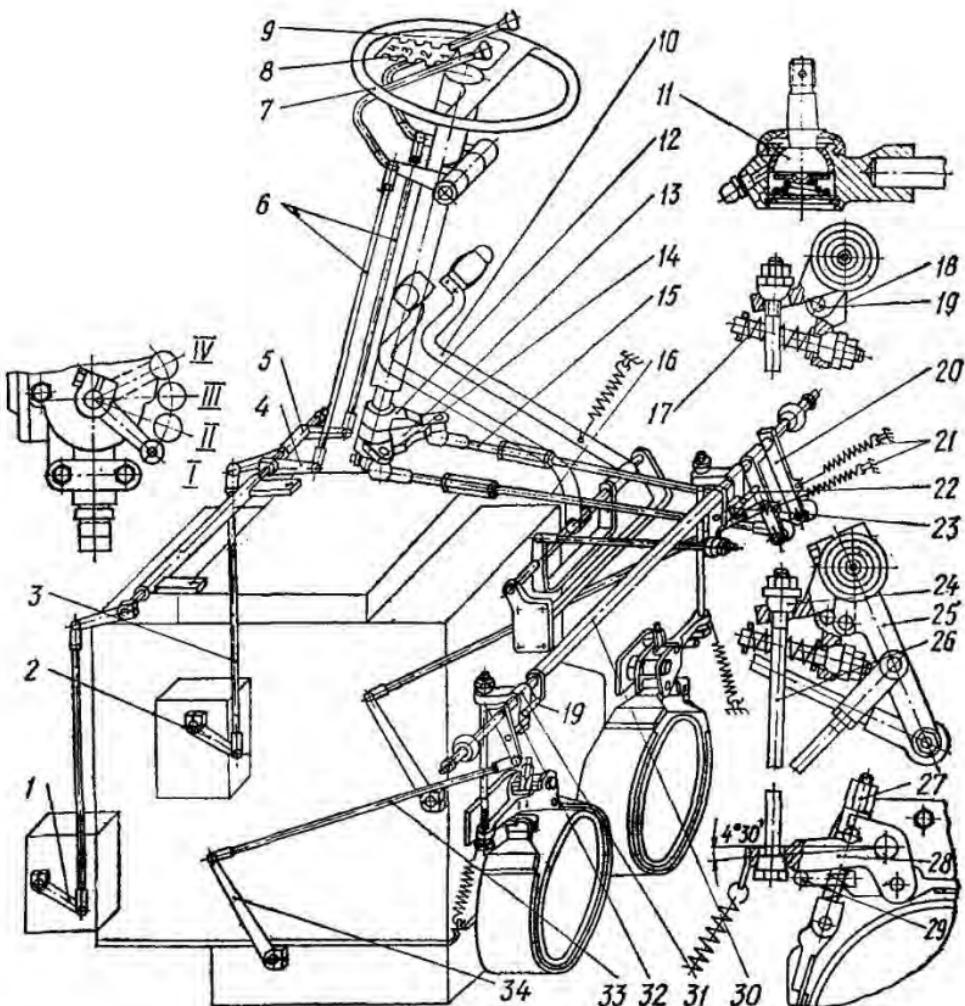

Рис. 95. Рулевое управление трактора Т-150:
предохранены уплотнительными чехлами, надеваемыми на пальцы головки тяг (рис. 95).
**Регулировка приводов тормозов.** 1. Проверить регулировку тормозов. При установке рычага 28 (рис. 95) тормозной ленты до упора 29 между тормозным барабаном и колодками лент должен быть равномерный зазор величиной 1,5—2 мм по всей окружности. Если зазор нарушен, необходимо, удерживая рычаг на упоре, затянуть регулировочную гайку 27 тормозной ленты до отказа, а затем отвернуть ее на 5—6 оборотов.
заглушить двигатель, снять люк пола кабины, отсоединить оттяжные пружины 21 (рис. 95) и тягу 33 от рычага 34 клапана сброса давления регулируемого борта;
отсоединить нижнюю вилку тяги 6 от двухплечего рычага (рис. 95);